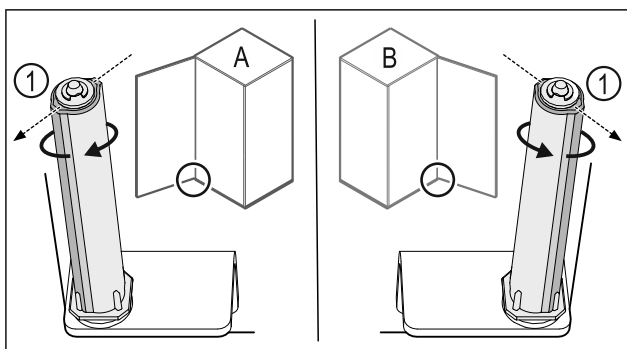

Fig. 26 左门挡(A) / 右门挡(B)
- 克服阻力转动关门系统，直至关门系统 Fig. 26 (1) 的连接片朝外。